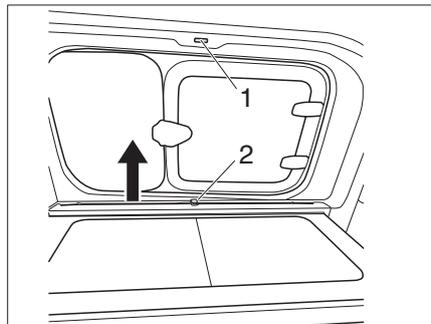

Bild 43 Verdunkelungsrollo
- ▶ Verdunkelungsrollo zum Schließen und Öffnen nur am Griffstück (Bild 43,2) anfassen.
- ▶ Verdunkelungsrollo am Griffstück (Bild 43,2) nach oben ziehen und in der Öffnung (Bild 43,1) einhängen.
- ▶ Griffstück (Bild 43,2) des Verdunkelungsrollos aus der Öffnung (Bild 43,1) aushängen und kontrolliert nach unten führen.